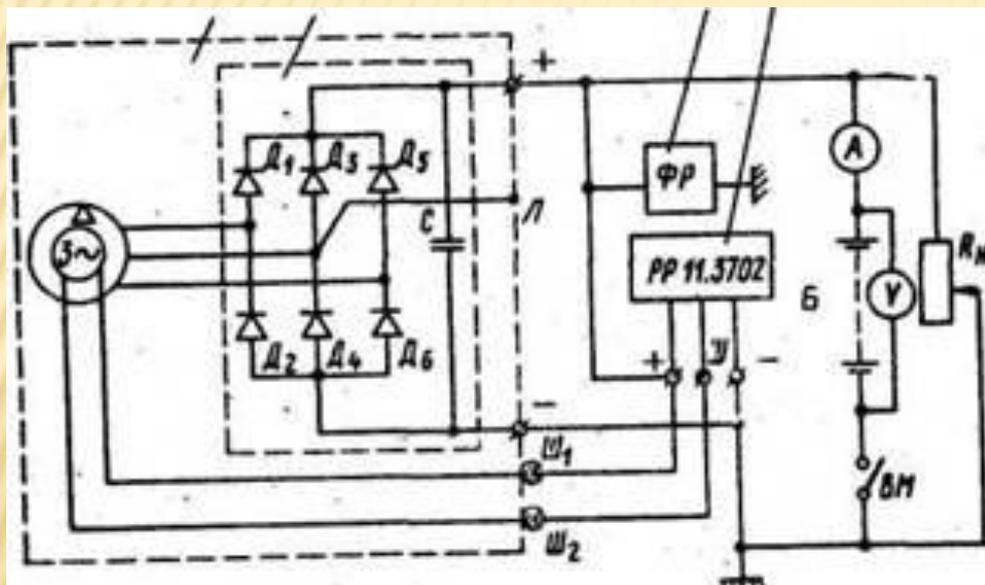

Рис. 90. Схема для проверки генератора Г-288:
- В процессе эксплуатации, при необходимости, генератор может быть проверен. Для проверки вольтметр класса не ниже 1,5 подключите по схеме, показанной на рис. 90. Проверку осуществляйте при включенной аккумуляторной батарее. Пустите двигатель и установите среднюю частоту вращения (около 2000 об/мин для генератора). После 10 мин работы двигателя подключите нагрузку: регулируемое напряжение должно быть 27,6—29,2 В.